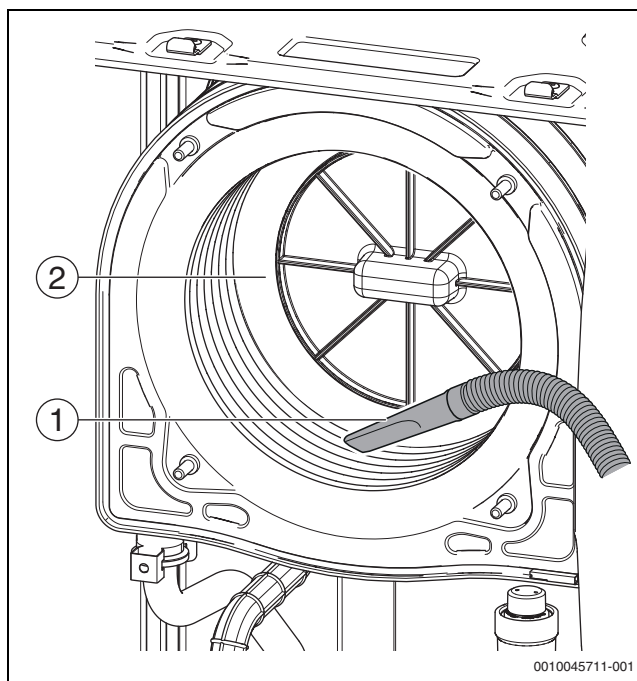

Рис. 24 Чистка пылесосом
- ▶ Остатки удаляйте пылесосом (→ рис. 24, стр. 24).